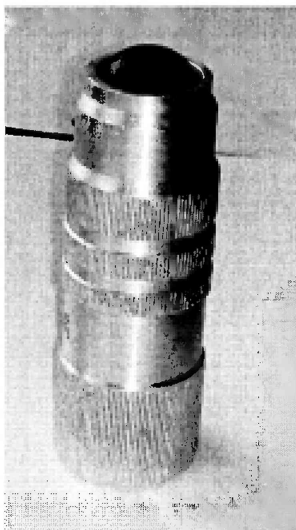

Рисунок 19 – Калибр WM ПрДС 112.00.00.00
8.4.2.16 Проведите проверку работоспособности всех преобразователей с помощью «Калибра WM ПрДС 112.00.00.00», входящего в комплект поставки дефектоскопа (рисунок 19), прикладывая последовательно калибр ко всем преобразователям получите ответ от всех преобразователей на экране компьютера. В случае отсутствия ответа от преобразователя произведите замену датчика согласно РЭ.